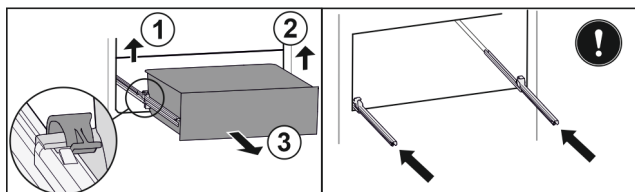

Fig. 26
- ▶ Soulever la bride de serrage gauche et tirer dans le même temps le tiroir sur la gauche vers l'avant Fig. 26 (1).
- ▶ Soulever la bride de serrage droite et tirer dans le même temps le tiroir sur la droite vers l'avant Fig. 26 (2).
- ▶ Retirer le tiroir par l'avant Fig. 26 (3).